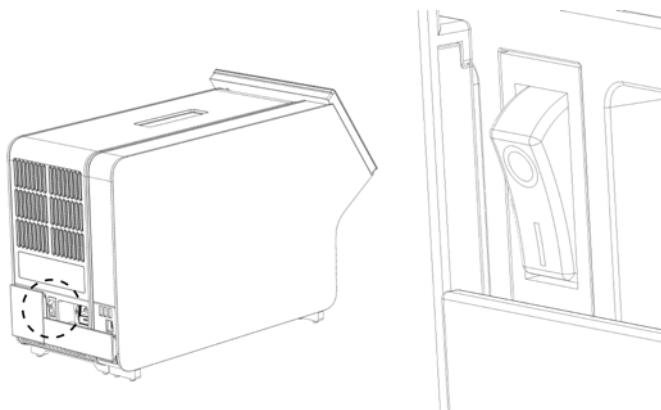

Figura 11. Amplasarea comutatorului de alimentare și setarea acestuia în poziția „I”.
9. PORNIȚI instrumentul, apăsând comutatorul de alimentare din partea din spate a modulului analitic în poziția „I” (Figura 11). Confirmați că indicatoarele de stare aferente modulului analitic și operațional sunt albastre.